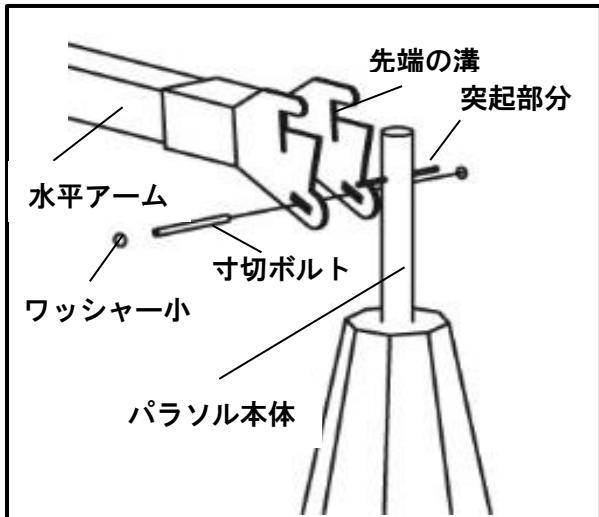

図.5
- ① 水平アーム（D）先端の溝にパラソル本体（A）の突起部分を入れます。
- ② 寸切ボルト（c）を水平アーム先端部とパラソル上部のポールの穴に通しワッシャー小（b）を入れ、六角袋ナット（e）の両端をスパナでしっかりと締めます。（図.5）